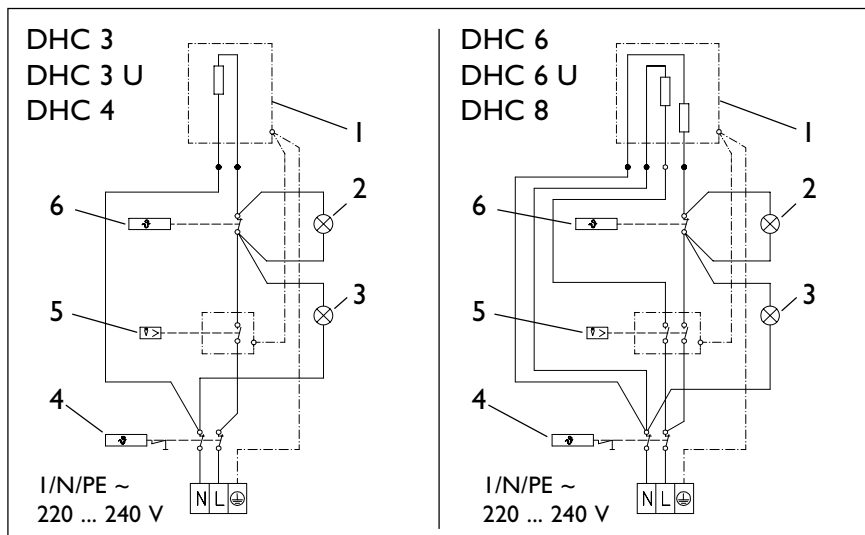

Рис. 14
Прибор должен быть заземлен (см.рис. 14).
Пояснения к рис. 14
- Осуществить электрическое подключение в клеммной коробке (поз. 10) в соответствии с электрической схемой на рис. 14 и завинтить винты кабельного зажима.
- Подготовить провод (поз. 7) для электрического подключения в клеммной коробке (поз. 10) в соответствии с электрической схемой на рис. 14.
- Стационарно проложить провод (поз. 15) для электрического подключения в клеммной коробке (поз. 16) в соответствии с электрической схемой на рис. 14.
- Электрическое подключение в клеммной коробке (поз. 10) осуществить в соответствии со схемой на рис. 14.